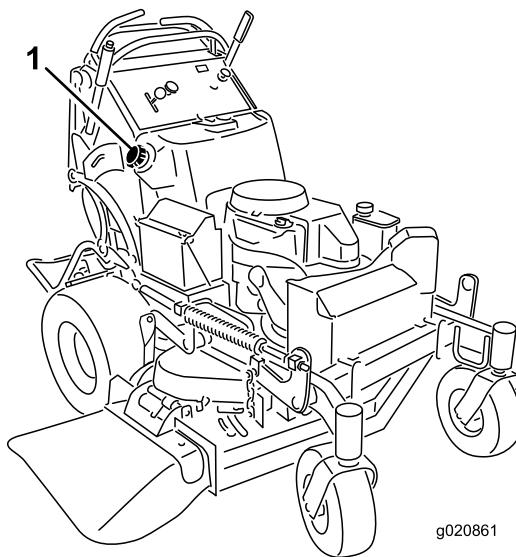

図 50
- サイホンポンプを使って燃料タンクからガソリンを抜き出す図50。